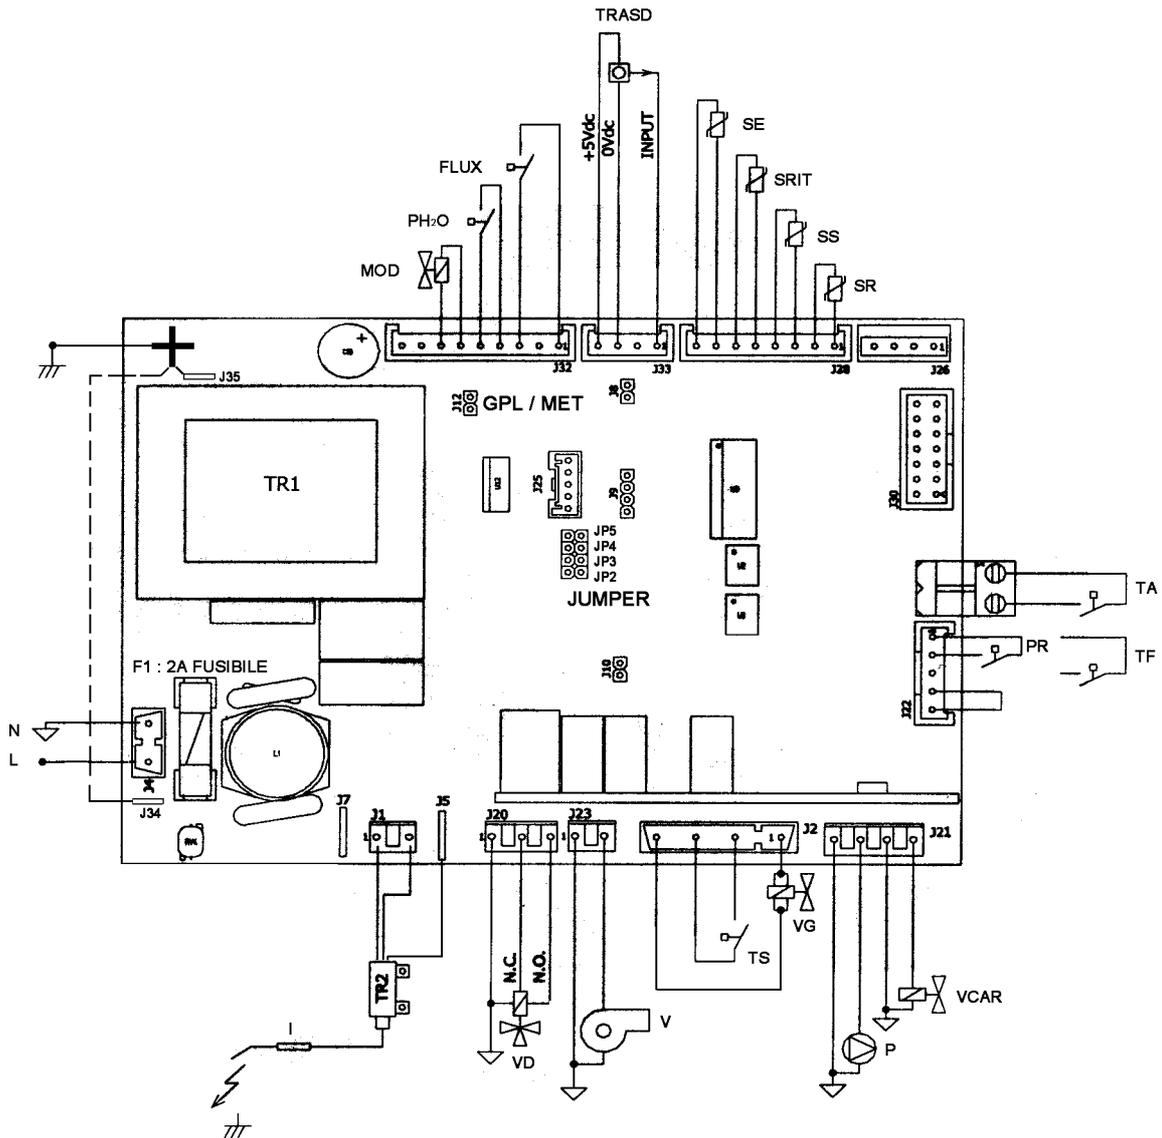
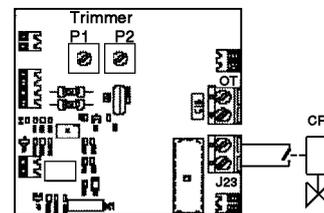

Figura 2-51
Figura 2-52
- i collegamenti elettrici sono illustrati nella Figura 2-51, Figura 2-52;